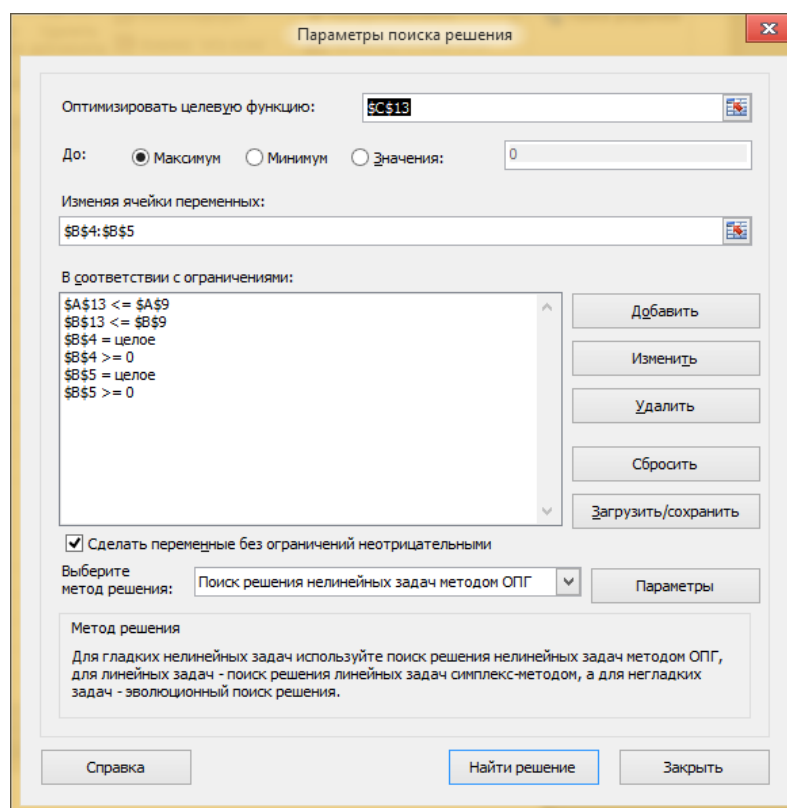

Рисунок 9.2 – Диалоговое окно «Поиск решения»
4. Открываем диалоговое окно Поиск решения (рисунок 9.2).